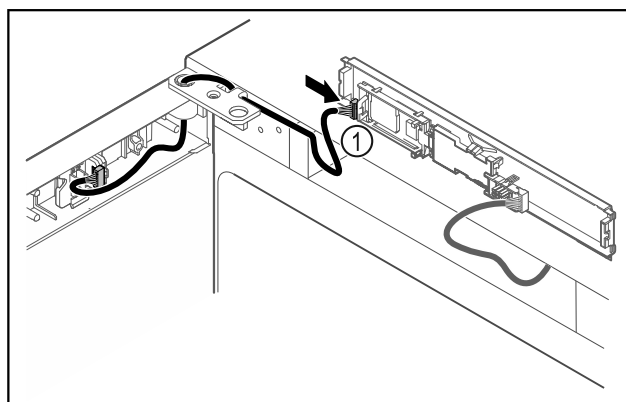

Fig. 43
- Piespraudiet spraudni Fig. 43 (1) pie shēmas plates.